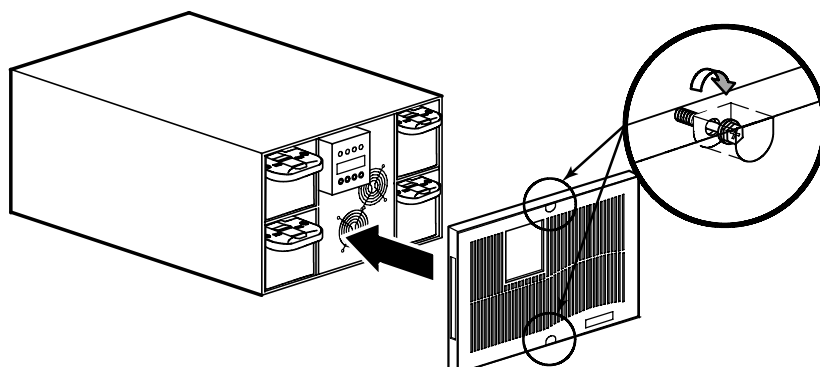

Рисунок 6. Установка передней крышки ИБП
3. Установите переднюю крышку ИБП и затяните два винта передней крышки (см. рис. 6).